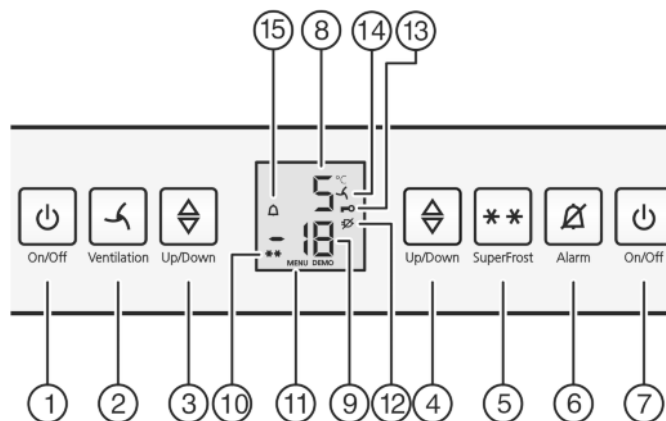

Fig. 2
- ▶ Premere il tasto On/Off del vano congelatore *Fig. 2 (7)*.
- ▶ Premere il tasto On/Off del vano frigorifero *Fig. 2 (1)*.
- ▶ Attivazione del modo regolazione: premere il tasto SuperFrost *Fig. 2 (5)* per ca. 5 sec.
- ▷ Sul display viene visualizzato il simbolo menu *Fig. 2 (11)*.
- ▶ Confermare brevemente con il tasto SuperFrost *Fig. 2 (5)*.
- ▷ Sul display si illumina il simbolo sicurezza bambini *Fig. 2 (13)*.
- ▶ premere brevemente il tasto On/Off del vano congelatore *Fig. 2 (7)*.
- ▷ Il simbolo sicurezza bambini *Fig. 2 (13)* si spegne.
Contemporaneamente lampeggiano il display della temperatura e il simbolo Allarme *Fig. 2 (15)*.
L'allarme acustico si disattiva automaticamente e il simbolo Allarme *Fig. 2 (15)* si spegne e il display della temperatura cessa di lampeggiare, quando la temperatura è di nuovo sufficientemente fredda.
- ▶ Premere il tasto Allarme Fig. 2 (6).